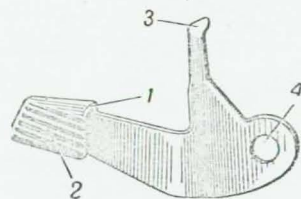

Рис. 39. Затворная задержка:
31. Затворная задержка (рис. 39) служит для удержания затвора в заднем положении по израсходованию всех патронов из магазина. В передней части она имеет выступ для удержания затвора в заднем положении по израсходовании всех патронов из магазина и кнопку с насечкой для удобства действия рукой при освобождении затвора от затворной задержки; в задней части — отверстие для соединения с левой цапфой шептала и отражатель для выбрасывания гильз (патронов) наружу.